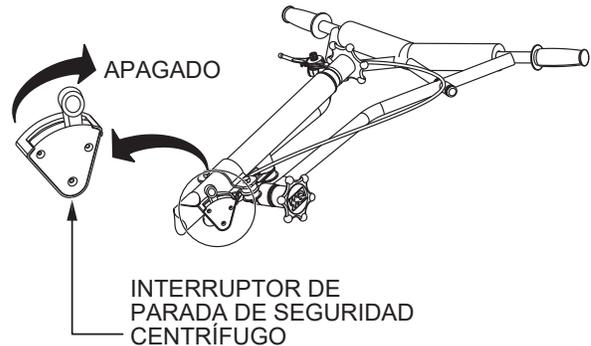

Figura 41. Interruptor de parada de seguridad centrífuga (**APAGADO**)
3. Ponga el interruptor de parada de seguridad centrífuga (Figura 41) en la posición de **APAGADO**.